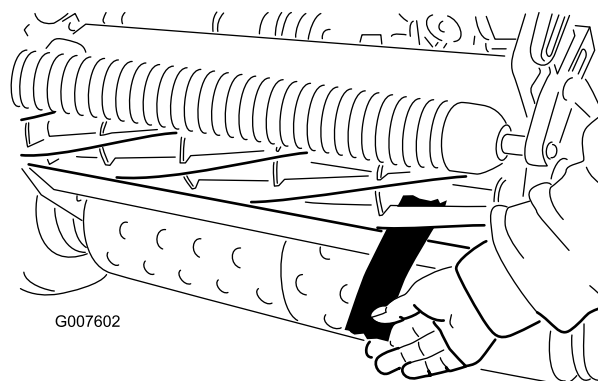

Bild 47
12. Testen Sie die Schnittleistung, indem Sie einen langen Streifen des Schnittleistungspapiers senkrecht zum Untermesser zwischen die Spindel und das Untermesser legen (Bild 47). Drehen Sie die Spindel langsam vorwärts; das Papier sollte geschnitten werden.